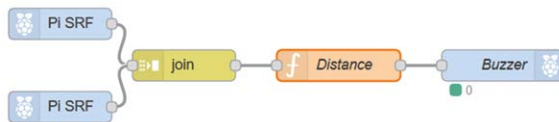

Figure 6.44 Programme de flux du projet
Programme de flux Node-RED : La figure 6.44 montre le programme de flux qui se compose de 5 nœuds : 2 **rpi srf** nœuds, un pour chaque module de capteur de distance à ultrasons **rejoindre** nœud pour joindre les deux sorties dans un tableau, une **fonction** nœud pour formater la sortie du buzzer, et un **rpi gpio out** nœud pour contrôler le buzzer.
- Rejoindre tous les nœuds comme dans la figure 6.44, cliquez sur **Déployer**. Placez les objets à proximité de l'un ou l'autre des capteurs et vous devriez entendre le buzzer.